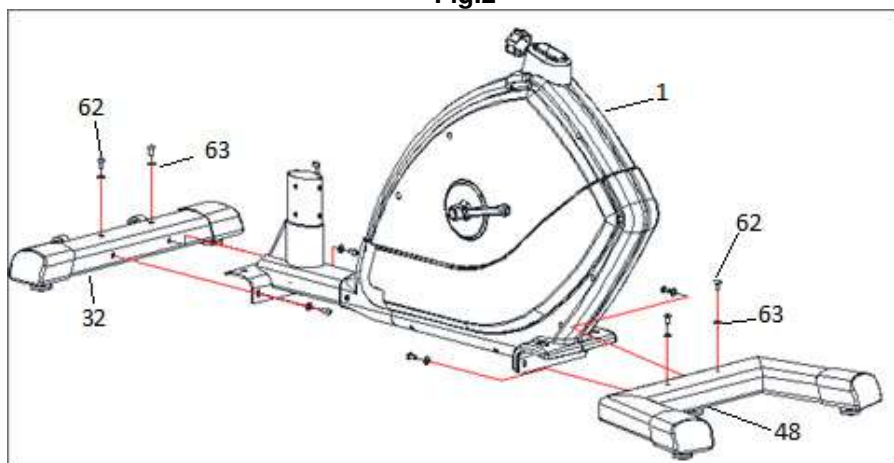

Fig.3
El pedal derecho (55R), marcado con la letra (R) se enroscara en sentido de giro de las agujas del reloj, en la biela derecha marcada con la letra (R). Apriete fuertemente, Fig.3.
El pedal izquierdo, marcado con la letra (L), se enroscara en el sentido contrario a las agujas del reloj, en la biela izquierda, marcada con la letra (L). Apriete fuertemente Fig.3.